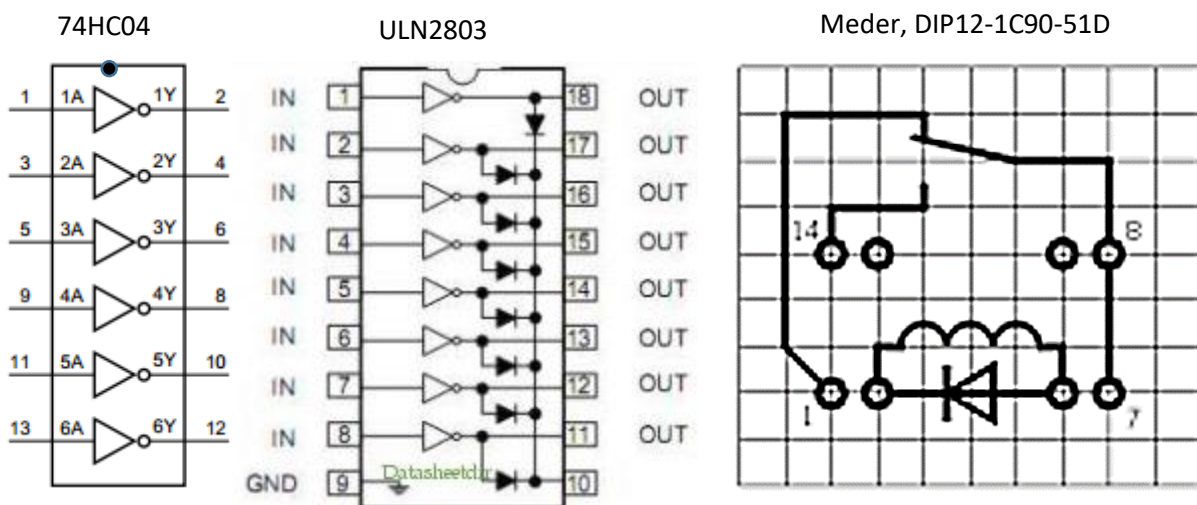

Fig. 20, Toegepaste relais.
5.5 Het testen van de relais voor band omschakeling, fig.20.